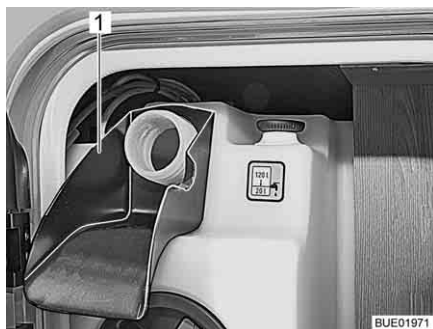

Fig. 245 Ayuda de llenado
- Encajar la ayuda de llenado (Fig. 245,1) en el tubo de llenado de agua potable.